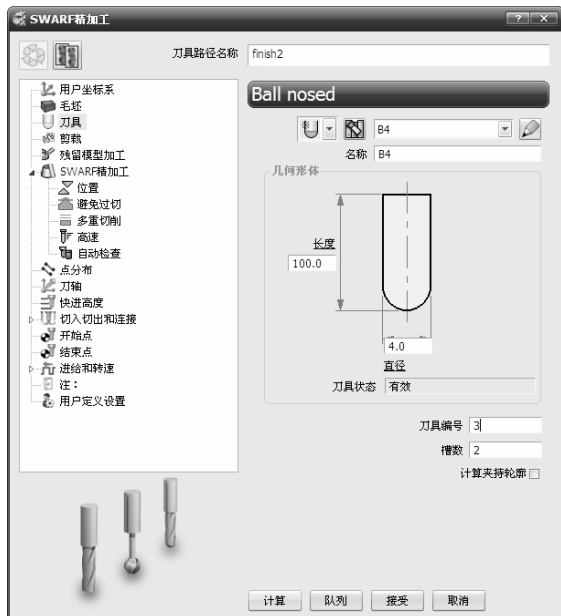

图 5-114 “SWARF 精加工”对话框
2) 在弹出的“SWARF 精加工”对话框中设置相关参数, 如图 5-114 所示。